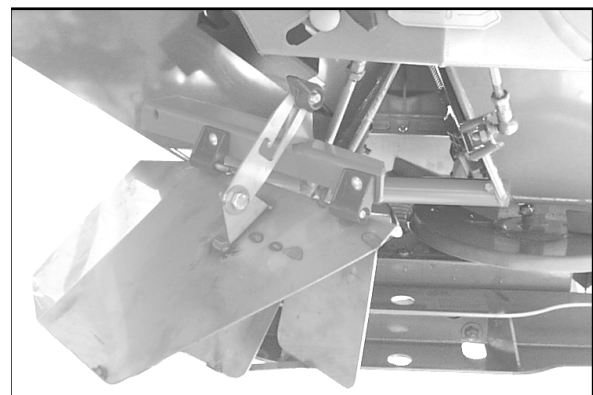
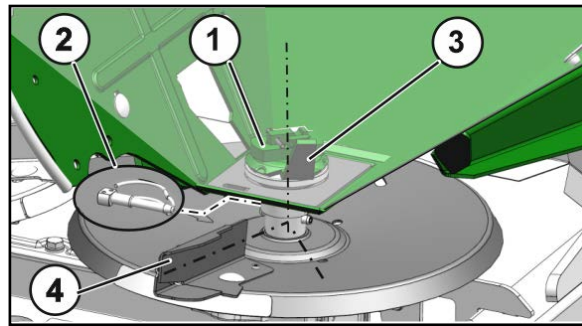

Fig. 83
Fig. 84
- Linken Schieber (Fig. 83/1) schließen.
2. Die Flügelmutter (Fig. 83/2) lösen.
3. Den Grenzstreuschirm (Fig. 83/3) von der Außerbetriebsstellung in die Betriebsstellung (Fig. 84) nach unten schwenken.
4. Flügelmutter (Fig. 83/2) anziehen.